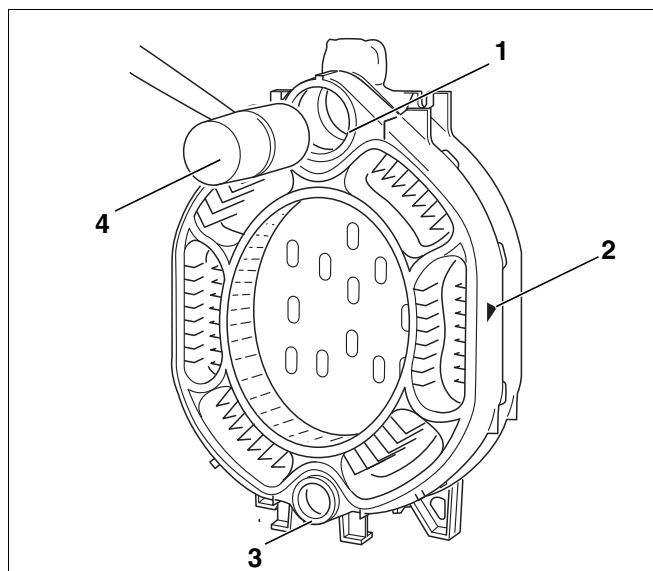

Fig. 13 Battuta dell'elemento intermedio
- ▶ Mettere l'elemento intermedio, con il mozzo superiore ed inferiore (fig. 13, [1] e [3]) sui nipples dell'elemento posteriore, la freccia direzionale (fig. 13, [2]) deve essere rivolta verso dietro.
- ▶ Fissare il primo elemento intermedio all'elemento posteriore con un martello in legno o in gomma dura (fig. 13, [4]).